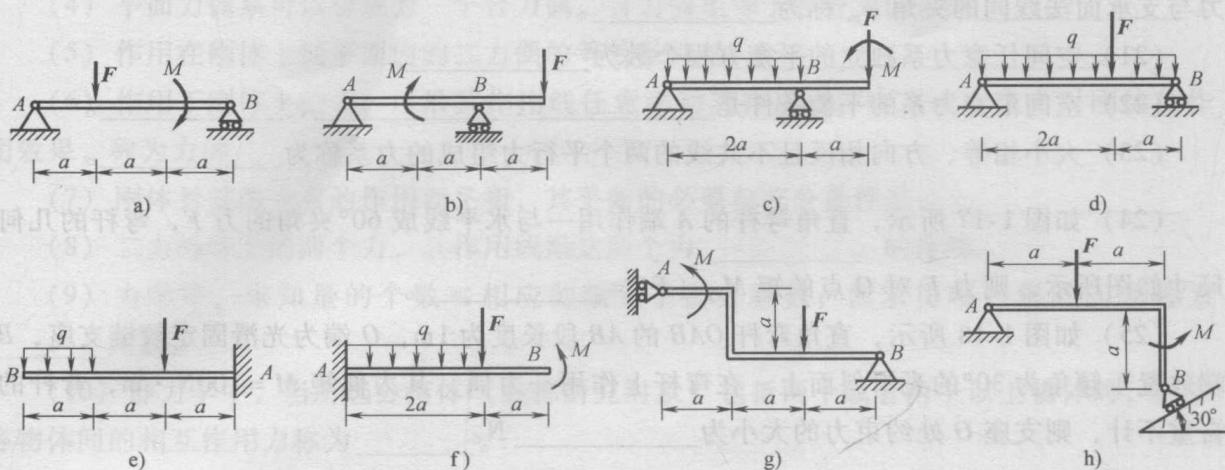

图 1-20
(2) 已知  $q$ 、 $a$ , 且  $F = qa$ 、 $M = qa^2$ 。试求图 1-20 所示各梁的支座反力。